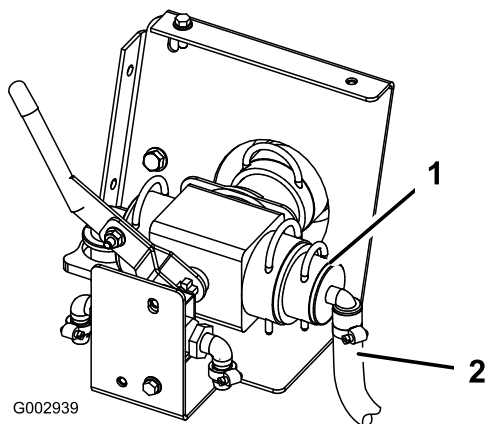

Figura 45
22. Conecte el conjunto de manguera de 3/4 pulgada al conjunto de la válvula de control que está orientado hacia la parte delantera del vehículo (Figura 45).